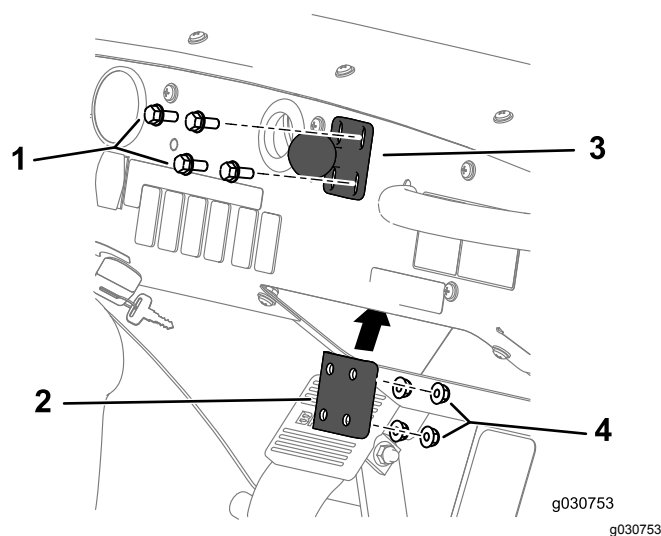

Figura 158
1. Sujete el bastidor de la bola-pivote al salpicadero con los 4 pernos (1/4" x 1 1/2"), la placa de refuerzo y una contratuerca con arandela prensada (1/4"), tal y como se muestra en Figura 158.